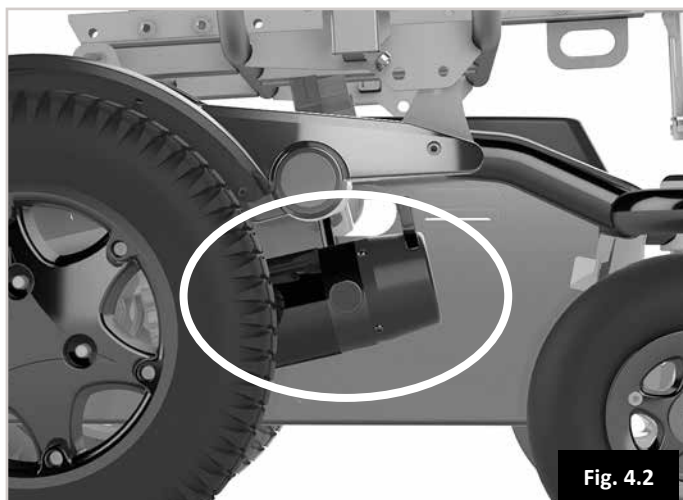

Fig. 4.2
4.7 Freilaufmechanismus, (Fig. 4.2):